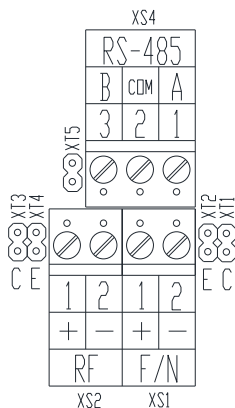

Рисунок 8.76
8.12.1 Конфигурация выходного каскада выбирается путем установки/снятия джамперов **ХТ1, ХТ2** на плате коммутации (см. рис. 8.76, 8.8, таблицу 8.2)
8.12.2 Конфигурация каскада сигнала признака реверса выбирается путём установки/снятия джамперов **ХТ3, ХТ4** на плате коммутации (см. рис. 8.76, 8.8, таблицу 8.3).